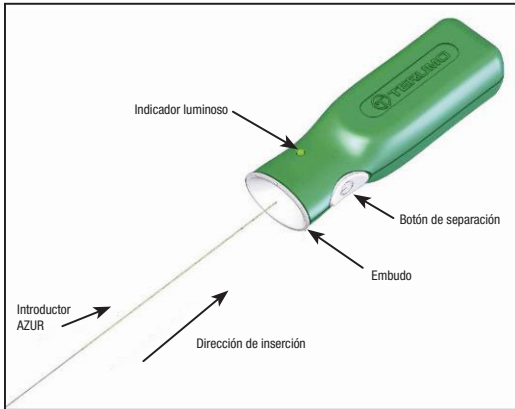

Figura 2: Controlador de separación AZUR
15. Antes de utilizar el dispositivo, retire el extremo proximal del introductor de la bobina dispensadora. Tenga cuidado de no contaminar este extremo del introductor con sustancias extrañas como sangre o medio de contraste. Inserte con firmeza el extremo proximal del introductor en la sección de embudo del controlador de separación AZUR. Consulte la Figura 2. **No pulse el botón de separación en este momento.**
- Conecte el extremo proximal del introductor al controlador de separación AZUR insertando con firmeza el extremo proximal del introductor en la sección de embudo del controlador de separación AZUR. Consulte la Figura 2.